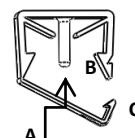

Fig. 03
12. Aplique com pressão as travas "Engate-Rápido" (**Fig.03**), usando o pino "A" como guia, até que trave os dentes "B" sob o braço do suporte, primeiro nas furações da parte da frente do suporte e, por último, na parte de trás. Em seguida, feche as contra-travas de segurança "C";